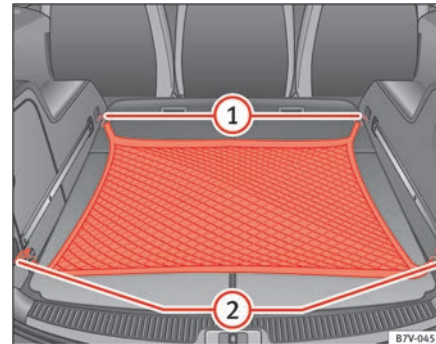

Abb. 100 Im Gepäckraum: Flach eingehängtes Gepäcknetz.
- Haken des Gepäcknetzes in die Verzurrösen ⇒ Abb. 100 ① und ② einhängen.